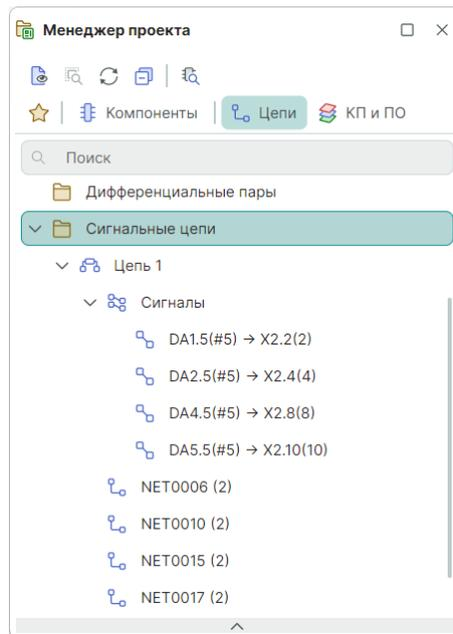

Рис. 383 Сигналы в панели «Менеджер проекта»
3. Выделите на печатной плате сигнал. Список всех существующих сигналов доступен в панели «Менеджер проекта» → «Цепи» → «Сигнальные цепи», см. Рис. 383.